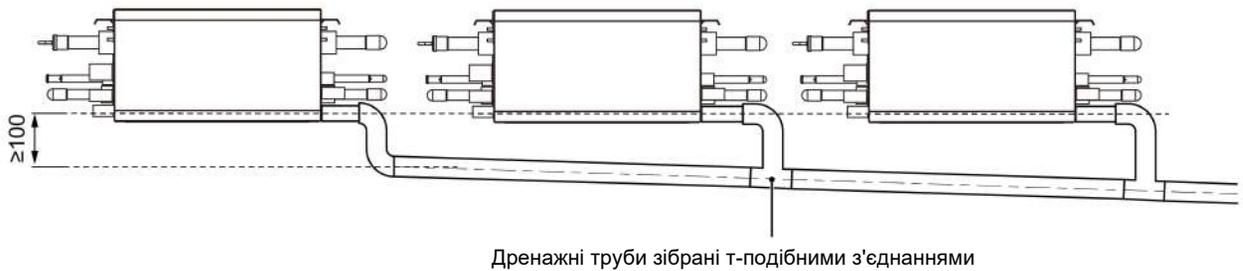
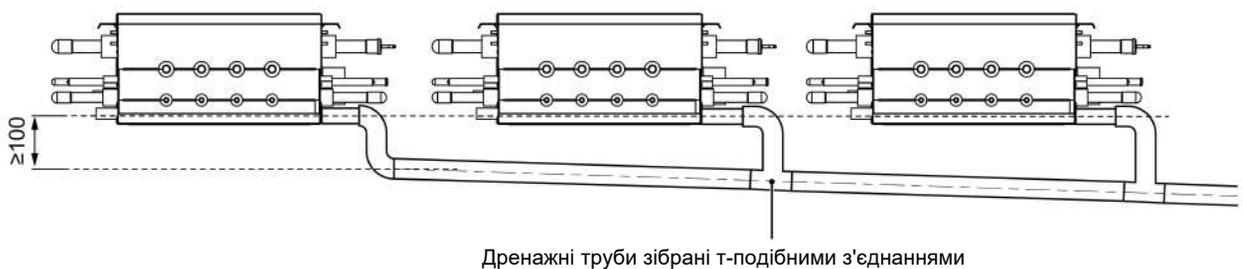

Рис.4.3.4
Рис.4.3.5
- (4) Якщо декілька дренажних труб з'єднані разом, сполучні труби виглядають так, як показано на Рис. 4.3.4 або Рис. 4.3.5.